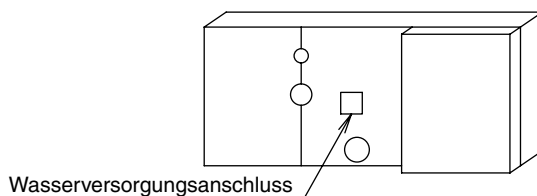

Abb. 13
- (2) Vergewissern Sie sich nach dem Abschluss der Verrohrung, dass das Kondenswasser gleichmäßig ablaufen kann.
- Öffnen Sie den Wassereinlass, schütten Sie nach und nach etwa 1 Liter Wasser in das Ablaufbecken und prüfen Sie den Ausfluss aus der Ablaufleitung. (Siehe Abb. 13) Wasseransammlungen in der Ablaufleitung können zu einem Verschluss führen.